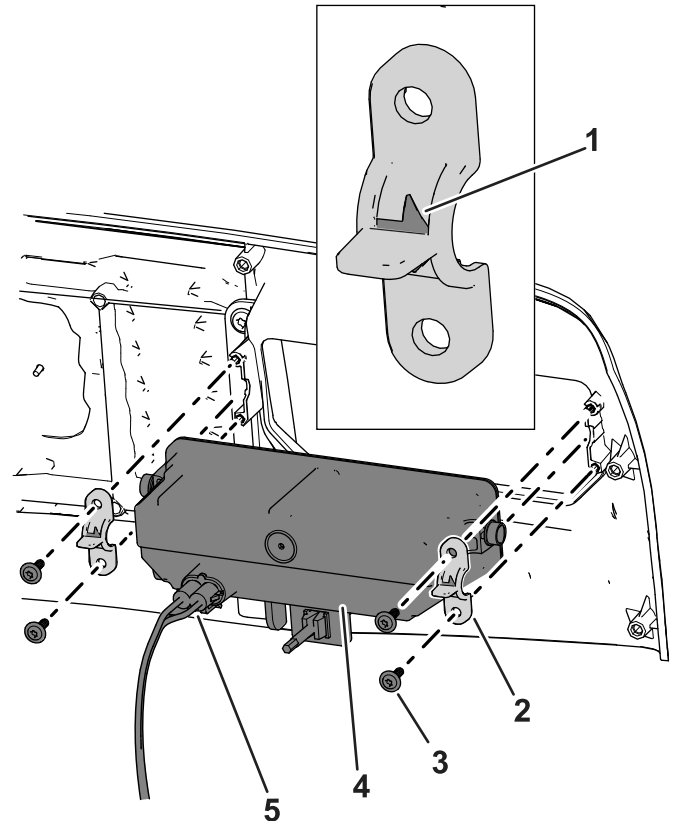

Figure 54
3. Débranchez le connecteur électrique sur le faisceau du connecteur du phare (Figure 54).
4. Retirez les clips en plastique et les vis qui fixent le phare sur la machine, et déposez le phare (Figure 54).
- Montez le nouveau phare dans la machine à l'aide des clips en plastique conservés et des vis de fixation. Serrez les vis du phare à 1,6 N·m (14 po-lb) ; voir Figure 54.
Remarque: Vérifiez que la flèche sur les clips en plastique est dirigée vers l'extérieur de la machine (Figure 54).
- Branchez le connecteur électrique du faisceau sur le connecteur du phare (Figure 54).